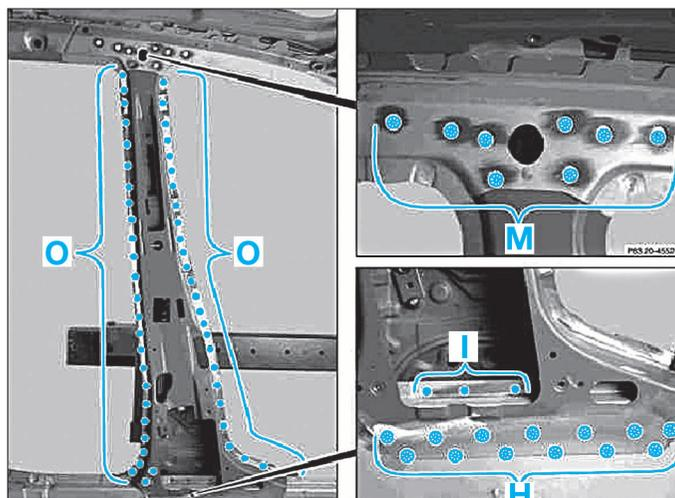

FIG. 66
- Souder par point bouchon la doublure de pied milieu sur la caisse zone (M) et (H) (Fig.66).